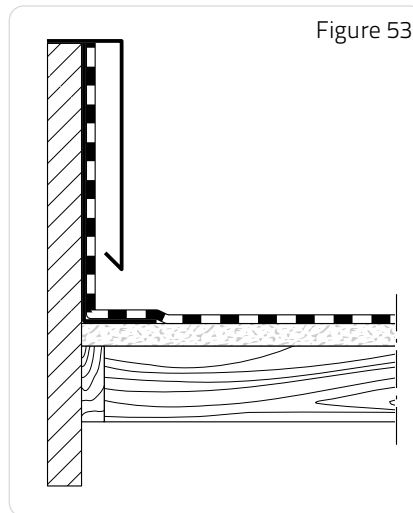

Figure 53
□ **Protection des relevés (Figure 53).**